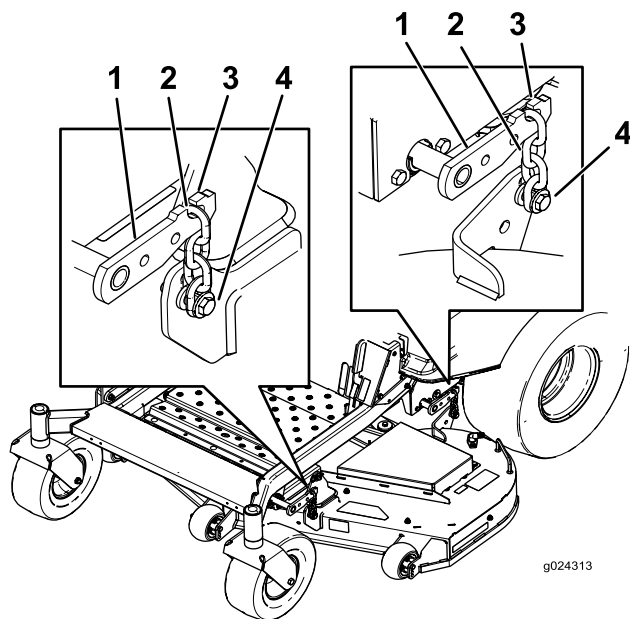

Bild 70
5. Lösen Sie die Einstellschrauben an allen vier Ecken, sodass das Mähwerk sicher auf allen vier Blöcken sitzt (Bild 70).
- Stellen Sie sicher, dass alle vier Ketten gespannt sind (Bild 70).
- Ziehen Sie die vier Einstellschrauben an (Bild 70).